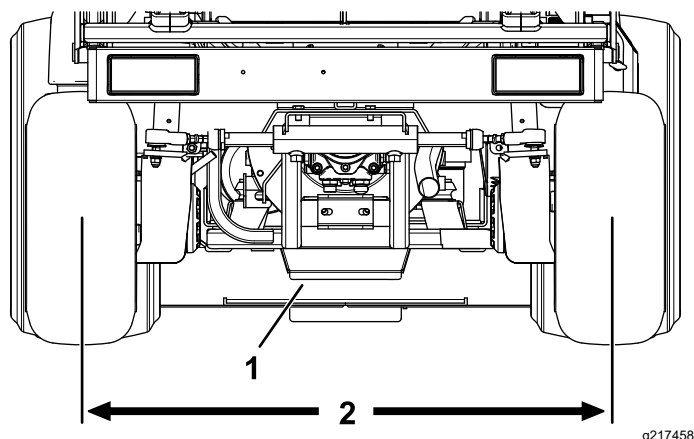

Figura 70
2. Regolate entrambi i tiranti finché la distanza da centro a centro sulla parte anteriore e posteriore delle ruote posteriori non è identica (Figura 70).